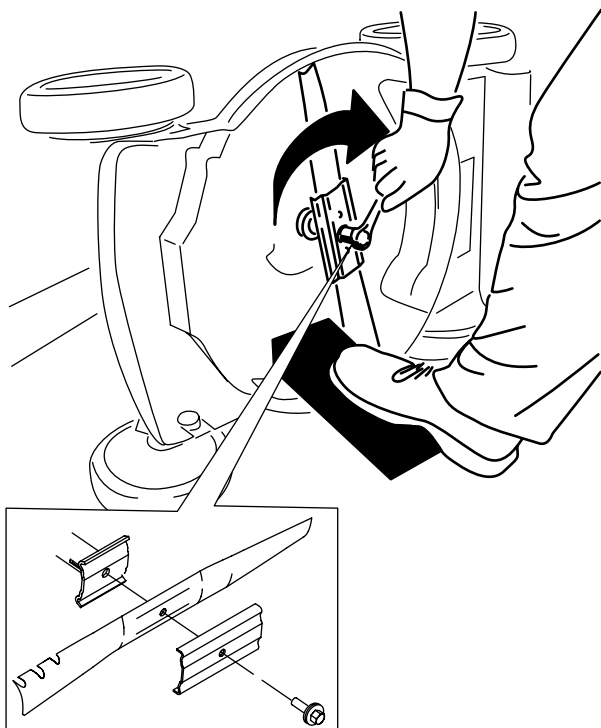

図 27
5. 新しいブレードを取り付ける。外したボルト類を使用する **図 27**。